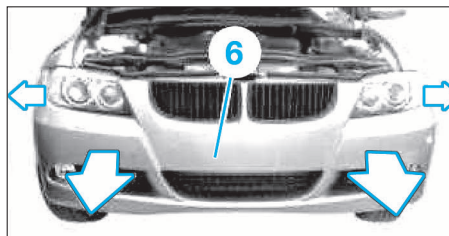

FIG. 31
• Tirer légèrement en avant le bouclier (6) (Fig.31) et débrancher au besoin les connecteurs des détecteurs à ultrasons et/ou des projecteurs antibrouillard